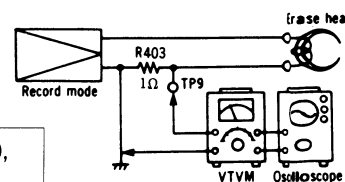

Fig. 19
| G LöschstromBedingung:* AufnahmeMeßgerät:* Röhrenvoltmeter* Oszillograf                                                                                                                                                                                                                                                                                                                                       | <ol style="list-style-type: none"> <li>1. Den Meßaufbau zeigt Fig. 19</li> <li>2. Spannung am Röhrenvoltmeter maß folgender Formel berechnen. <math display="block">\text{Löschstrom (A)} = \frac{\text{Spannung über dem Röhrenvoltmeter}}{10 \text{ (Ohm)}}</math></li> <li>3. Falls der gemessene Wert nicht dem VR abgleichen.                     Metal position...VR407, CrO2 position...VR408, Fe-Cr position...VR405, Normal position...VR406</li> </ol> <p>NORMALWERT:                     Größer                     Größer                     Größer</p>                                                                                                                                                |
|  | <ol style="list-style-type: none"> <li>Den Meßaufbau zeigt Fig. 19</li> <li>Spannung am Röhrenvoltmeter ablesen und Löschstrom gemäß folgender Formel berechnen. <math display="block">\text{Löschstrom (A)} = \frac{\text{Spannung über dem Widerstand (V)}}{1 \text{ (Ohm)}}</math> <div> Größer als 95mA (Metal position) Größer als 68mA (CrO2 position) Größer als 55mA (Fe-Cr position) Größer als 45mA (Normal position) </div> </li> <li>Falls der gemessene Wert nicht der Toleranz liegt, die folgenden VR abgleichen. Metal position...VR407, CrO2 position .....VR406, Fe-Cr position...VR405, Normal position...VR404.</li> </ol>                          |
| <p>㊦ Erase current</p> <p>Condition:</p> <ul style="list-style-type: none"> <li>* Record mode</li> </ul> <p>Equipment:</p> <ul style="list-style-type: none"> <li>* VTVM</li> <li>* Oscilloscope</li> </ul>                                                                                                                                                                  | <ol style="list-style-type: none"> <li>Test equipment connection is shown in fig. 19.</li> <li>Read voltage on VTVM and calculate erase current by following formula:</li> </ol> <div style="text-align: center;"> <math display="block">\text{Erase current (A)} = \frac{\text{Value read on VTVM (V)}}{1 (\Omega)}</math> </div> <div style="border: 1px solid black; padding: 5px; margin: 10px 0;"> <p>Standard value: More than 95mA (Metal position), More than 68mA (CrO2 position), More than 55mA (Fe-Cr position), More than 45mA (Normal position)</p> </div> <ol style="list-style-type: none"> <li>If measured value is not standard, adjust the following VR. <ul style="list-style-type: none"> <li>Metal position ..... VR407, CrO2 position ..... VR406, Fe-Cr position ..... VR405, Normal position ..... VR404</li> </ul> </li> </ol>                                                                                                                                                                                                                                                                                                                                          |